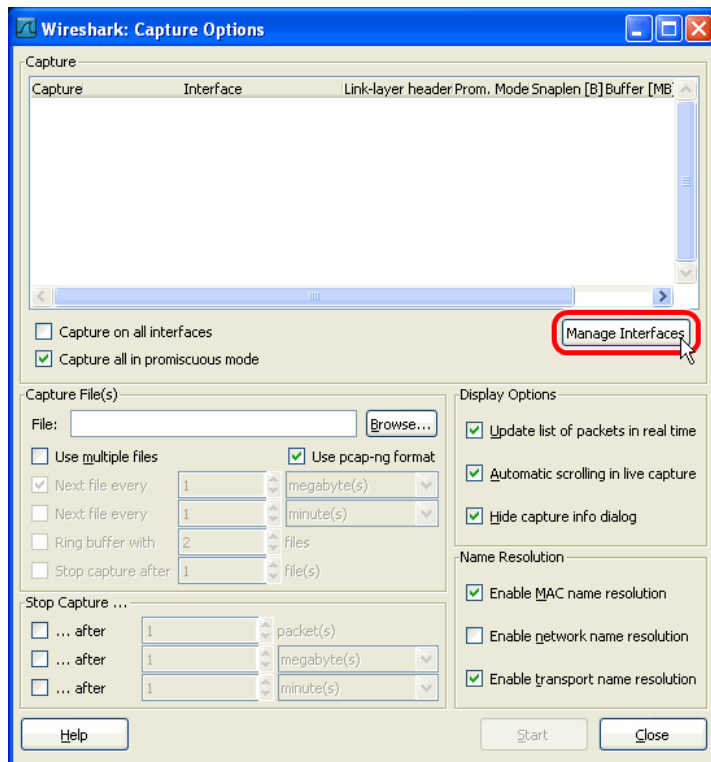

Abbildung 181: Wireshark Capture Options Dialog.
1. Öffnen Sie Wireshark und wählen Sie das Menü **Capture → Options...** . Das öffnet den Dialog **Capture Options** wie in Abbildung 181 dargestellt.